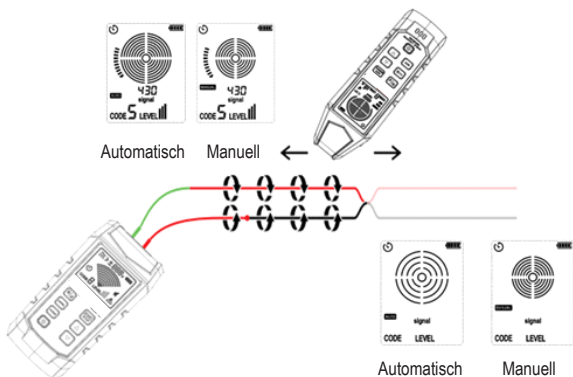

Abbildung 11.3.1a Kurzschluss durch Kabelverfolgung identifizieren
1. Schließen Sie die Messleitung des Senders am Stromkreis an, wie in Abbildung 11.3.1a dargestellt.